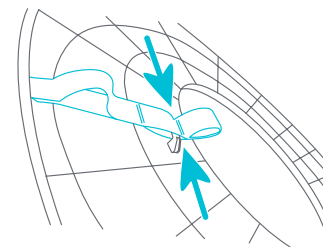

Fig. 4c
- **Correas de la tapa superior:** Coloque la correa en la ranura de almacenamiento que se encuentra debajo de la tapa superior. Sujete la correa y coloque el segundo aro en las lengüetas. Repítalo para las otras 2 correas (Fig. 4c).